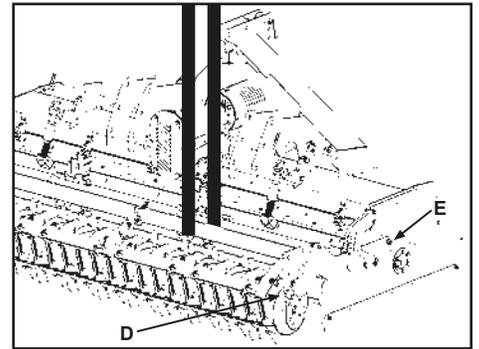

Fig.77
- Con medios de elevación adecuados, es necesario tomar el rodillo (D) (Fig. 77) y tensionar los cables de elevación.
- Retire los tornillos de union (E) de las cuchillas del rodillo y retire el rodillo completo del capo.